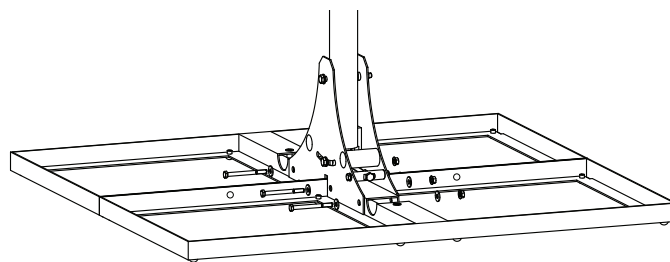

Abb. 3: Mastfuß befestigen
2. Auf die beiden Rahmen den Mast mit Stativ aufsetzen, sodass die Öffnungen in den Querteilen der Rahmen an den Öffnungen am Mastfuß anliegen (Abb. 3).
3. 4 Schrauben M8 x110 in die Öffnungen am Mastfuß und in die Trennwände stecken (Abb. 3).
4. Die Schrauben mit dem Anzugsdrehmoment von 25 Nm verschrauben (Abb. 3).